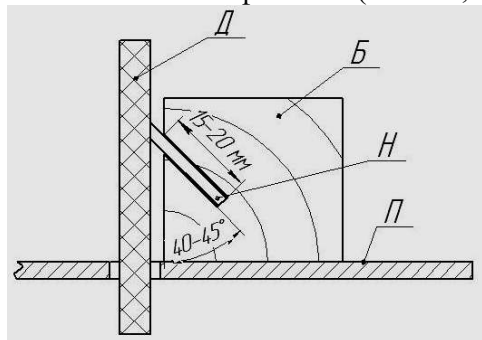

Рис.13
4.9. Заточка инструмента, разрезка материалов (Рис.13).
4.9.2. Для заточки ножей изготовить деревянный брусок (Б) с прорезью 40-45 град. на глубину 20 -30мм, в зависимости от ширины ножей, как показано на Рис. 13.
Токарная обработка производится с помощью токарной приставки, устанавливаемой с правой стороны станка (Рис.13).